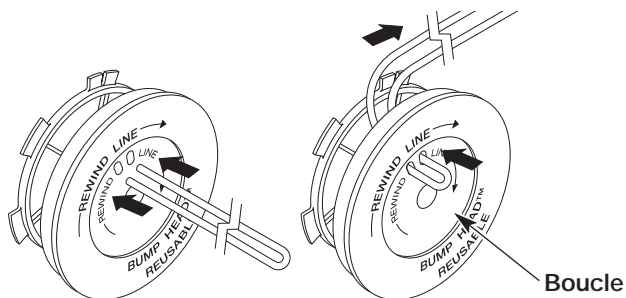

Figure 21
6. Découpez environ 7,6 m (25 pi) de fil neuf et faites-en deux boucles de longueurs égales. Insérez chaque extrémité de fil dans l'un des deux trous du moulinet (Fig. 21). Tirez le fil à travers le moulinet pour que la boucle soit le plus petit possible.